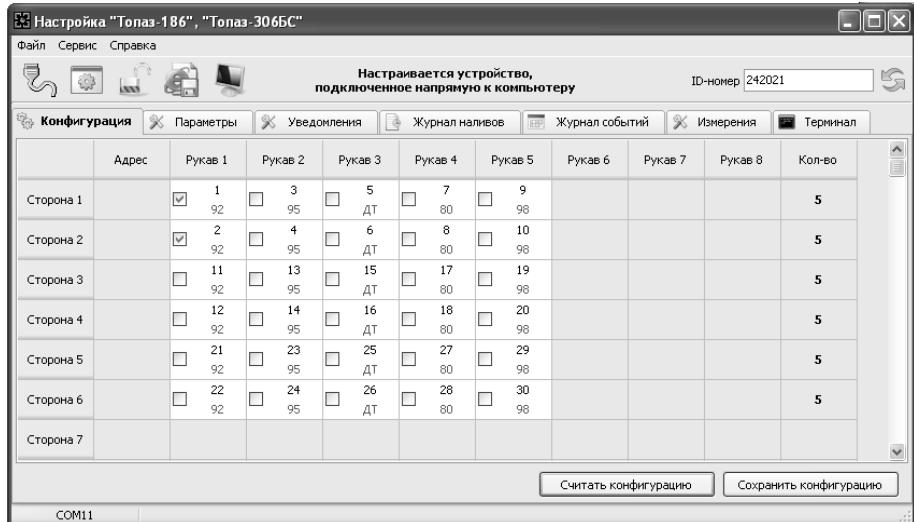

Рисунок 3
- считать конфигурацию устройства на вкладке "Конфигурация" (рисунок 3).